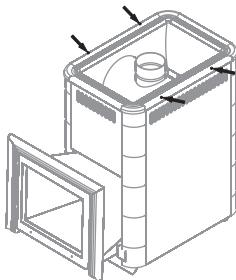

Рисунок 7. Винты для демонтажа рамки конвектора печи «Ангара»
- Снять рамку конвектора, открутив 4 самореза (рисунок 7)